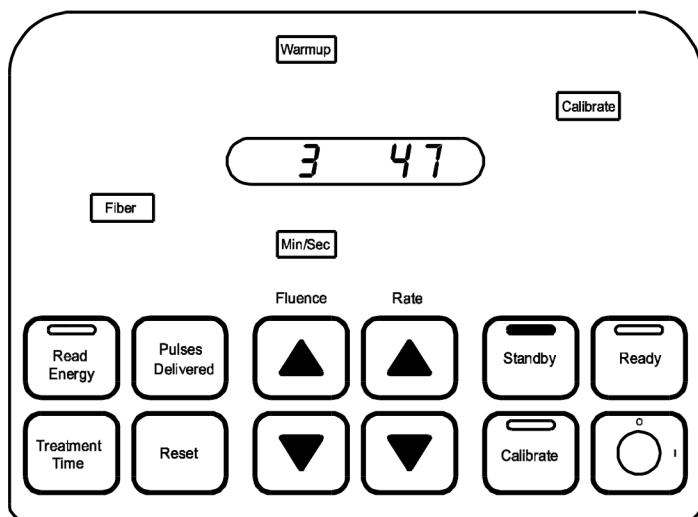

**Figur 2**
3. Ved afslutningen af lampetesten tændes **Standby** og **Testing** (Figur 2). Softwareversionsnummeret vises efter lampetesten.